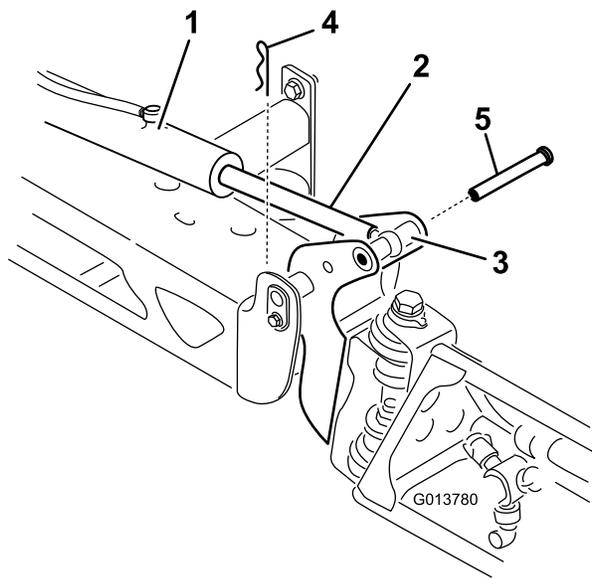

Figura 63
2. Retire el pasador de horquilla del pasador de giro (Figura 63).
3. Levante el brazo y retire el pasador (Figura 63). Baje el brazo lentamente al suelo.
8. Eleve el brazo para alinear el pivote con el émbolo del actuador. Sujetando el brazo, introduzca el pasador a través del pivote del brazo y del émbolo del actuador (Figura 63).